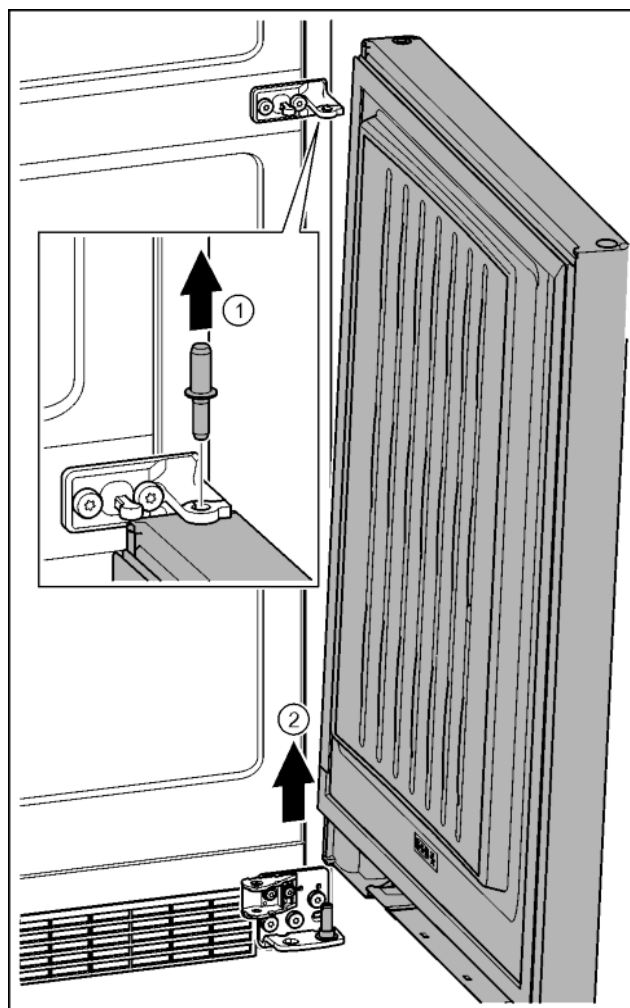

Fig. 23
- ▶ Sworznie wyjąć w górę. *Fig. 23 (1)*
- ▶ Drzwi wyjąć pociągając w górę, a następnie odstawić z boku. *Fig. 23 (2)*